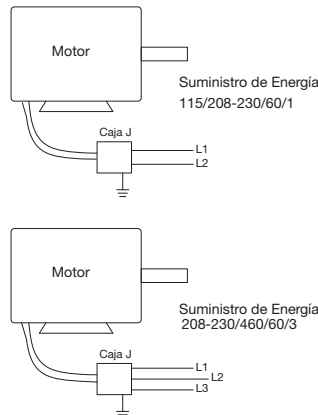

Figura 2 - Diagrama de una Instalación Eléctrica Típica
NOTA: Consulte la Figura 2 para ver el diagrama de la instalación eléctrica.
- Coloque los interruptores de control a nivel del suelo. Vuelva a consultar la Figura 2 de la página 3.